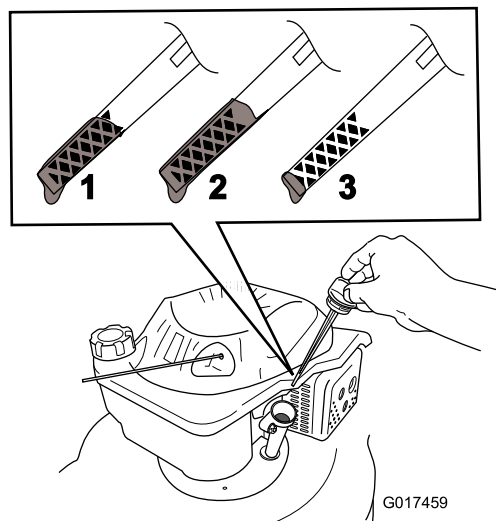

Figure 26
8. Sortez de nouveau la jauge et vérifiez le niveau d'huile (Figure 26).